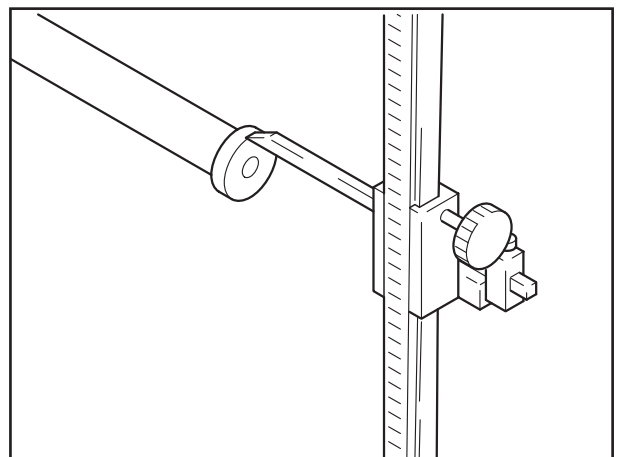

Fig. 2
[3] Bei frei umlaufendem Rad höchsten Punkt des Schlages an den Messrohren ermitteln (mit Parallelreißer) (Fig. 2) und senkrecht nach oben drehen. Achse bis auf den Boden absenken.
- [3] With the wheel rotating freely, determine the highest point of the runout at the alignment tubes (with parallel marking tool) (Fig. 2) and turn until it is at the top. Lower axle onto the ground.